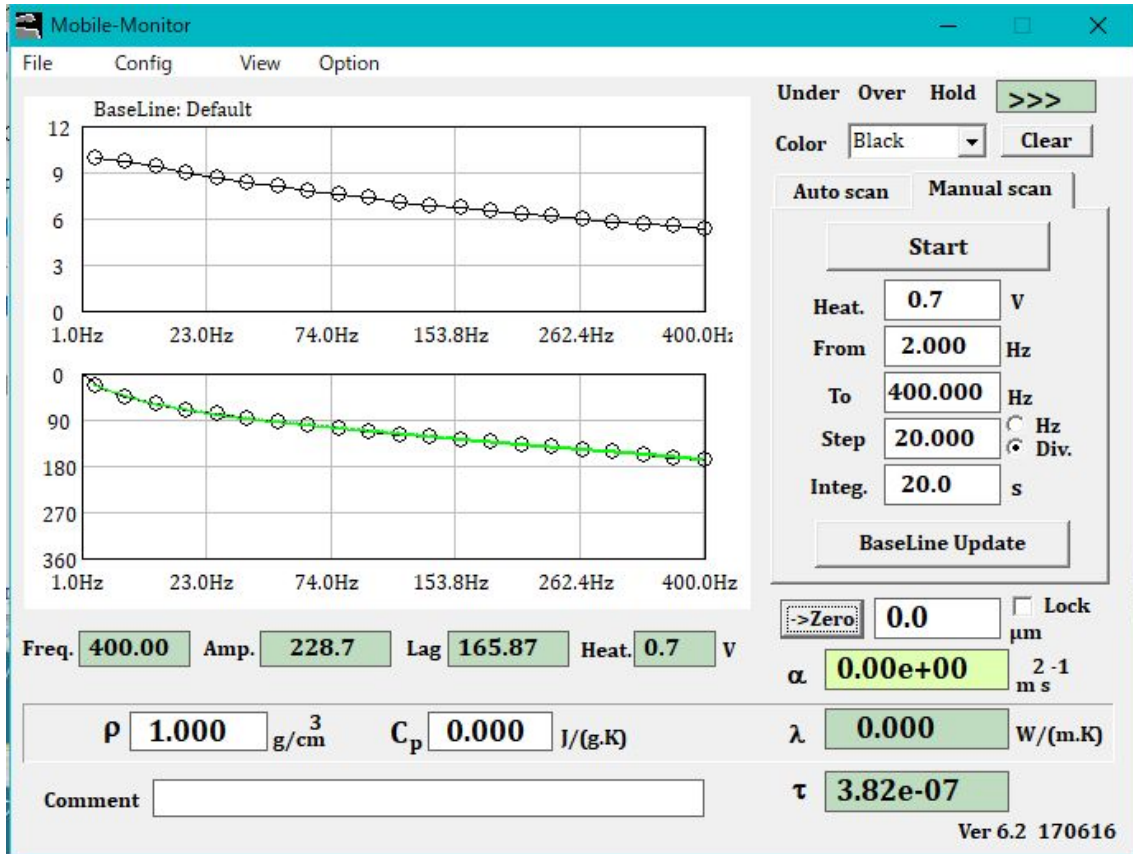

図2 ベースライン（標準）マニュアル
チェックには、試料を入れずに必要なら荷重を乗せて、簡易型 (0.4V, from 4Hz to 81Hz, 10div, 10sect) または正規ベースライン取得型 (0.4V, freom 2 to 400Hz, 20div, 20sec) として測定します。これはウォーミングアップですので、測定開始の時に必ず行ってください。この際ベースライン（実線）と一致することを確認します〔図2はベースラインを再取得する時の条件ですので2~400Hz まで測定〕。途中で止めても構いません。測定中にサウンドで進行状態をお知らせすることもできます。ブランク測定が実線と一致しない場合は、表面にゴミがあるか汚れているかです。電極破損等の場合はなめらかな一本の線になりません。
**より正確**には、オートモードで得られた周波数範囲と電圧を、マニュアルモードに切り替えて図2右の欄に入力しなおし、(1V-3V), 20div, 20sec (30sec でもよい) で測定してください。全点を回帰して計算しますので、オートより精度はあがります。固体試料では、添付の分銅を使います。電圧を除いて同一条件でベースラインをとると、手計算（エクセル等）に便利です。試料が無いので、温度上昇が起きますので電圧だけ0.5V前後に減じてください。周波数範囲は、試料に依存しますが、低周波側が170-200°